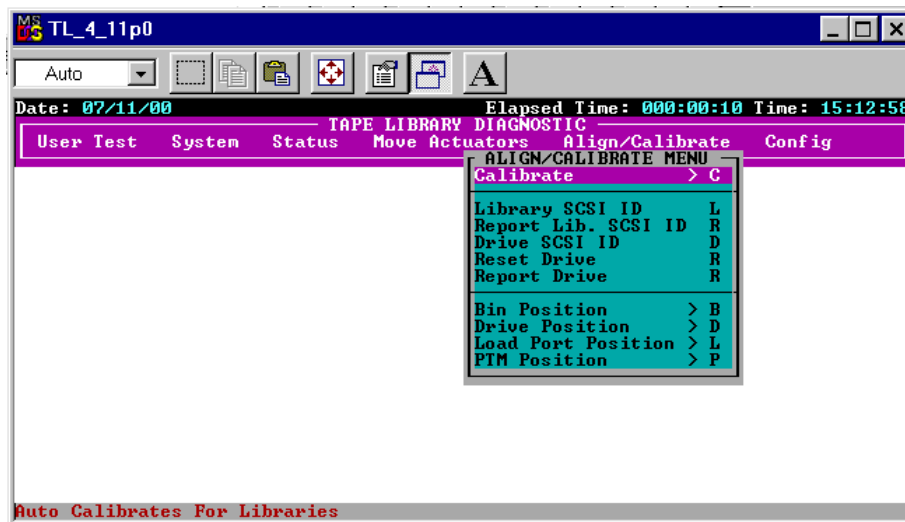

Figura 3-15. Menú Align/Calibrate (Alinear/Calibrar)
2. Desde el menú Align/Calibrate (Alinear/Calibrar), seleccione Calibrate (Calibrar) (consulte la Figura 3-15).